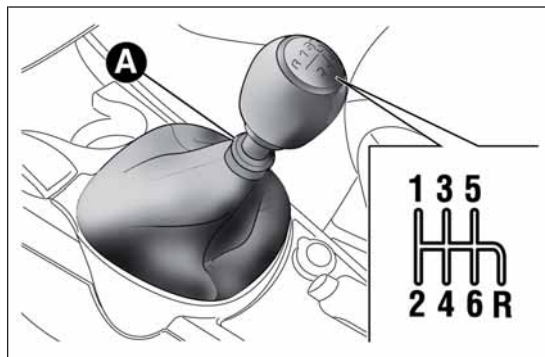
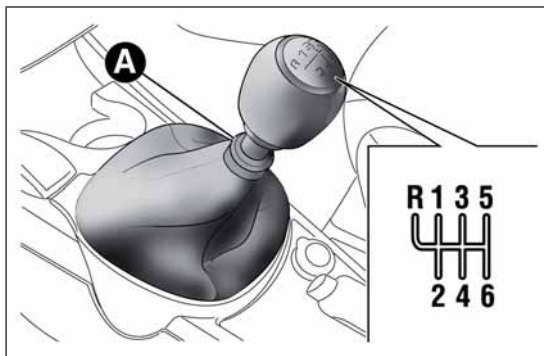
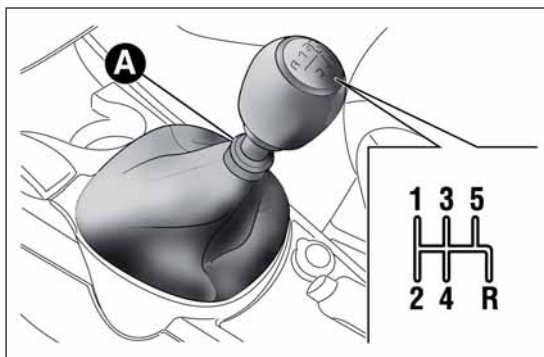

РИС. 111
РИС. 112
РИС. 113
Для включения передачи до конца выжмите педаль сцепления и приведите рычаг переключения передач в нужное положение (схема расположения передач указана на рукоятке рычага РИС. 111, РИС. 112, РИС. 113).
- в исполнениях 1.4 Turbo Multi Air 170CV Quadrifoglio Verde и 1.6 JTD_M переместите рычаг влево, а затем вперед РИС. 112
- в исполнениях Turbo TwinAir, 1.4 Benzina, 1.4 Turbo Multi Air и 1.3 JTD_{M-2} переместите рычаг вправо, а потом назад РИС. 111 и РИС. 113.